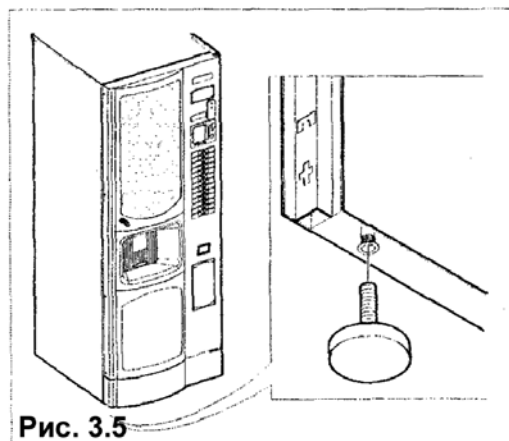

Рис. 3.5
- Освободите поддон и вставьте 4 ножки в отверстия с резьбой (рис. 3.5), освобожденные от винтов (А)